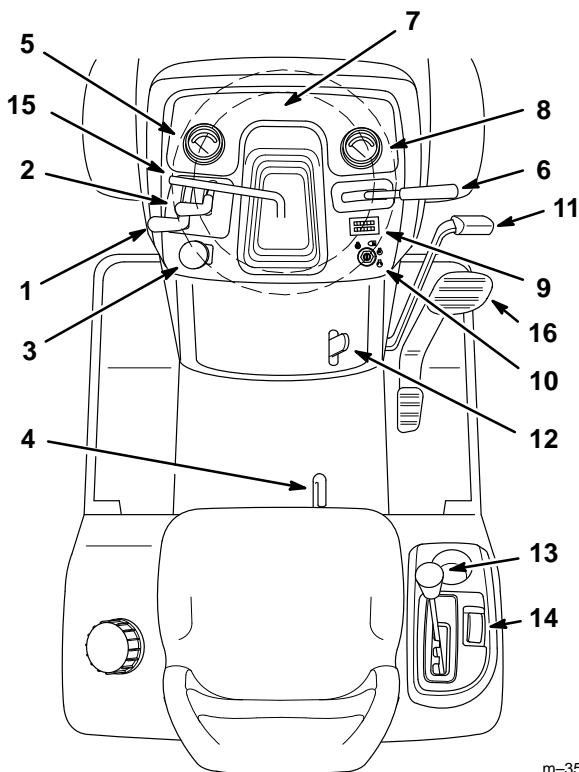

Figure 10
Avant de mettre le moteur en marche et d'utiliser la machine, familiarisez-vous avec toutes les commandes (Fig. 10).
1. Enfoncer la pédale de frein (Fig. 10) et la maintenir en position enfoncée.
2. Relever le levier de frein de stationnement (Fig. 10) et lâcher progressivement la pédale de frein. La pédale doit rester bloquée en position enfoncée.
1. Enfoncer la pédale de frein (Fig. 10). Le levier de frein de stationnement doit se déverrouiller.